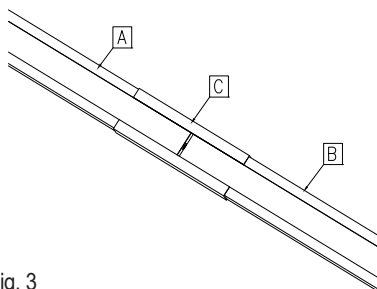

Fig. 3
- Desserrer l'écrou D et extraire le support de renvoi (fig. 3)